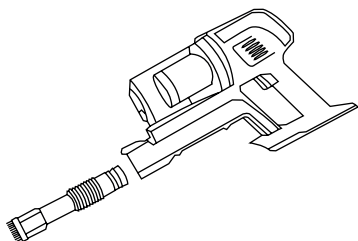

рис. 4
6. Для установки «насадки 2 в 1», «гибкого шланга» или «минитурбощетки» извлеките металлическую трубку из ручного модуля пылесоса и на её место до щелчка установите насадку (рис. 4).